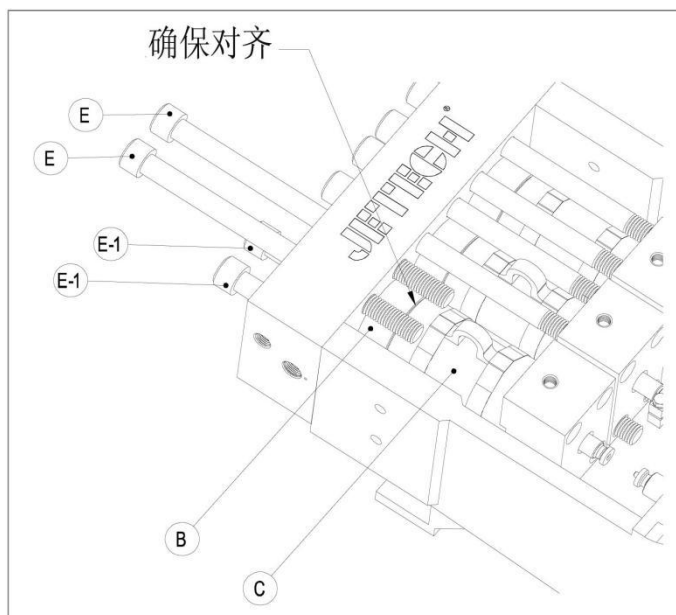

图 22
8) 握住填料函压板 ( D )，把顶部两根螺栓拧进压板中直到螺栓头接触到泵头为止，把填料函和阀总成固定在适当的位置。(见图 22)